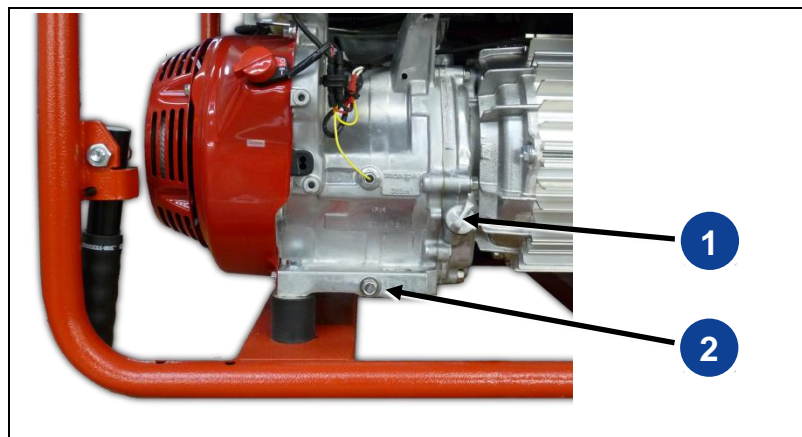

Fig. 6-1: Jauge à huile et vis de vidange d'huile
1. Tournez la jauge à huile grise (Fig. 6-1-(1)) pour la sortir.
2. Essuyez la jauge (Fig. 6-1-(1)) à l'aide d'un chiffon propre.
3. Réintroduisez la jauge (Fig. 6-1-(1)) et retirez-la à nouveau. Le niveau d'huile sur la jauge doit se trouver dans la plage indiquée dans la notice de maintenance et de fonctionnement du fabricant du moteur. Corrigez sinon le niveau en procédant à un remplissage ou à une vidange de l'huile moteur !
2. Placez un récipient pour recueillir l'huile sous le bouchon de vidange (Fig. 6-1-(2)) .
3. Dévissez le bouchon de vidange (Fig. 6-1-(2)) et laissez l'huile s'écouler entièrement.
5. Revissez le bouchon de vidange (Fig. 6-1-(2)) .